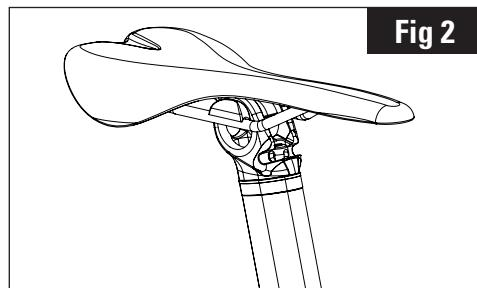

Fig 2
- Obere Befestigung einführen - Typ (10a) mit Markierung gem. Abb. 5.1 bei einer Sattelstütze mit Rundschielen Ø7mm, und Typ (10b) mit Markierung gem. Abb. 5.2 bei einer Sattelstütze mit ovalen Schienen. (Abb.2)